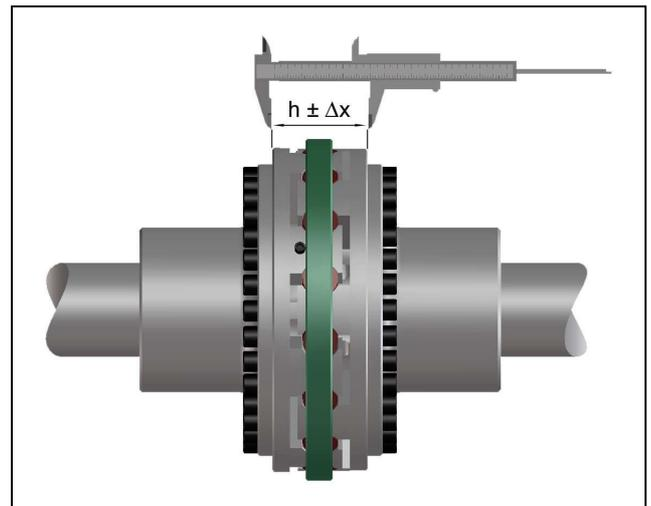

Bild 10
- Schieben Sie die Wellenenden mit den montierten Kupplungshälften auf das Einbaumaß „h“ nach Tabelle 8 zusammen (Bild 10).
- Messen Sie gemäß Bild 10 den axialen Flanschabstand  $h$ .